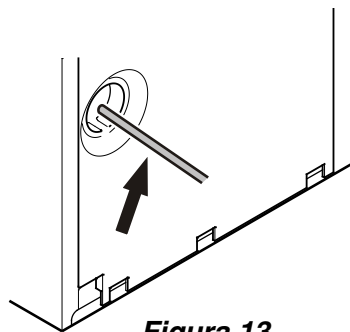

Figura 13
2. Inserte la línea de suministro de agua en su abertura en la parte trasera del aparato (Figura 13).